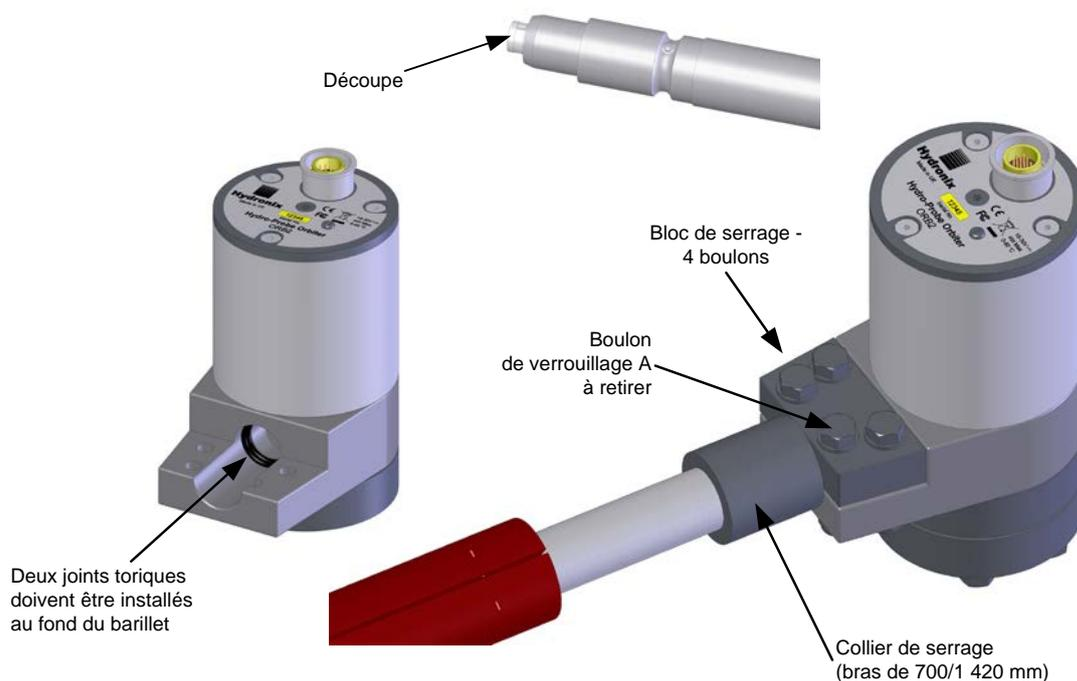

Figure 2: Installation du bras de détection dans la tête de la sonde
Le bras de 700 mm est également livré avec une bague de renforcement qui se fixe en haut du bras (voir Figure 2). Cette bague supplémentaire permet de renforcer le bras.
- Dévissez les 4 boulons de serrage sur la tête de détection, puis retirez le boulon de verrouillage (A).
- Insérez les deux joints toriques. Ceux-ci doivent être placés à l'intérieur des blocs de serrage contre le décrochement, comme illustré en Figure 2.